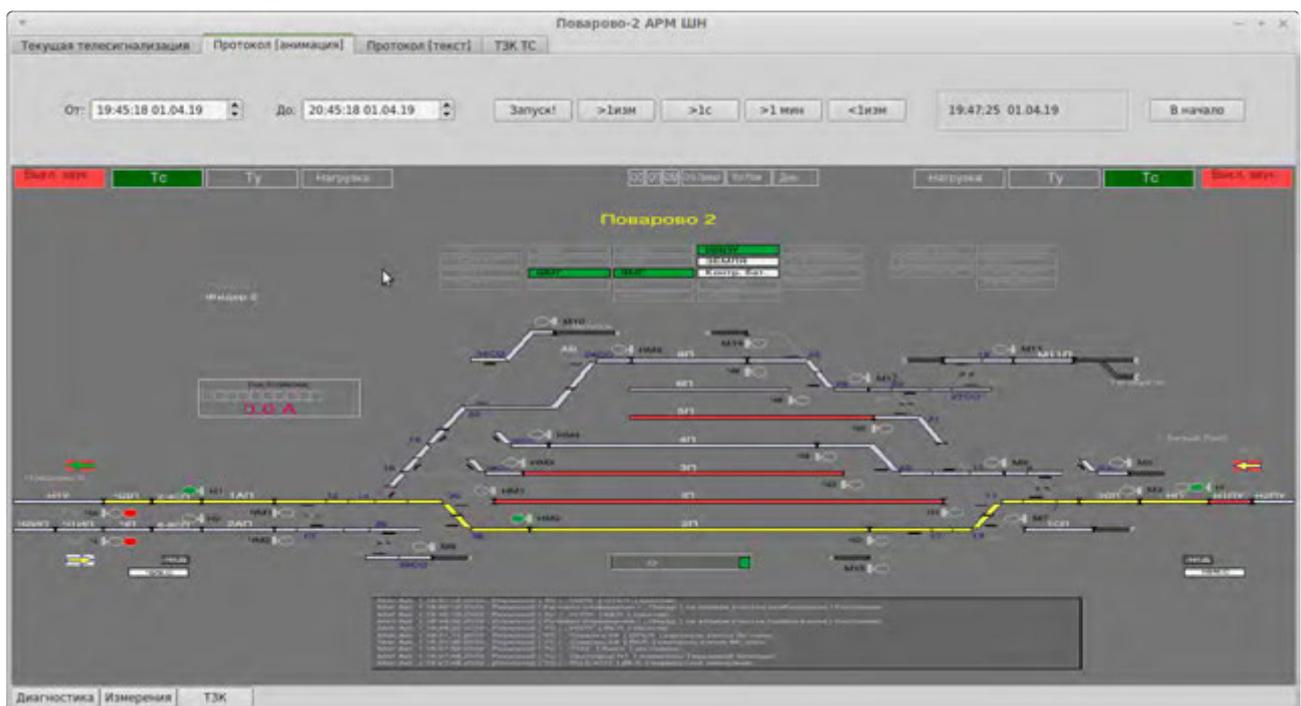

Рисунок 13. Станция в режиме реального времени.
7.2.1. Запустить приложение на АРМ ШН с возможностью подключения к базе данных протоколов комплектов «А» или «Б» АРМ ДСП, представленное на рисунке 12. После запуска приложения на АРМ ШН информация будет отображаться в реальном масштабе времени (Рисунок 13).